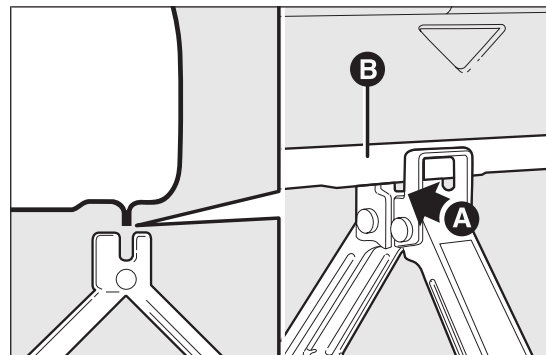

fig. 131
- ☐ azionare il cric in modo da distenderlo fino a quando la scanalatura A fig. 131 del cric si inserisce correttamente sul profilo inferiore B ricavato sul